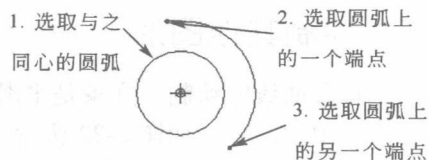

图 2-16 同心圆弧的绘制
(2) **同心圆弧的绘制** 点选按钮 , 先用鼠标左键选取与之同心的圆弧，再选取圆弧上的两 endpoint，单击鼠标中键结束同心圆弧的绘制。如图 2-16 所示。